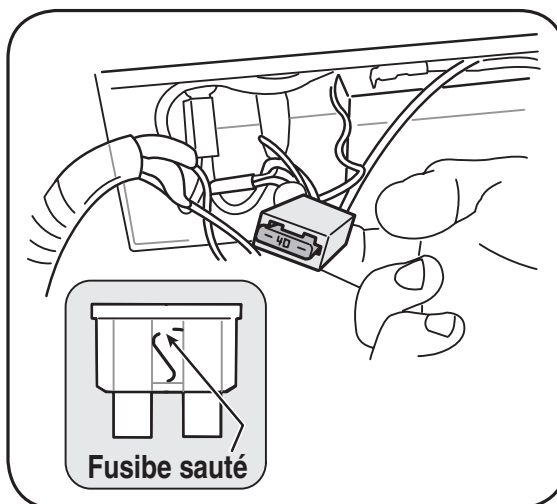

Figure 5-9
1. Soulevez le couvercle de la batterie selon les instructions dans la section «Remplacement de la batterie». Voir la Figure 5-9.
2. Sortez le fusible de sa douille et examinez-le soigneusement, comme à la Figure 5-9. S'il est endommagé, remplacez-le avec un fusible de type automobile de 40 ampères.